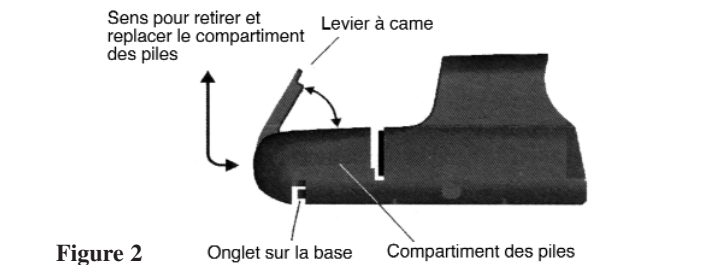

Figure 2
1. *ON (marche) / mode vision nocturne avec désactivation automatique au bout de 8 heures.* Appuyer sur la touche « NV » (fig. 2) pour allumer la lunette en mode vision nocturne. La lunette s’allumera au niveau 4 et s’éteindra automatiquement 8 heures après la dernière utilisation des touches de commande. Il existe 10 niveaux d’intensité en mode VISION NOCTURNE avec une portée dynamique de 100:1.